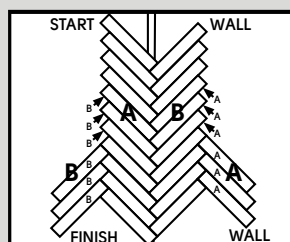

Fig. 7
8. Comience en la «pared de finalización» y deslice la junta final de un tablón «B» hacia el lateral de un tablón «A». Vuelva a deslizar el tablón «B» hacia el final del tablón «A» en un ligero ángulo hasta que quede firme (fig. 7). Nota: Si hay alguna desviación de la línea central, el producto se puede mover hacia atrás y hacia delante sobre el suelo (fig. 7).